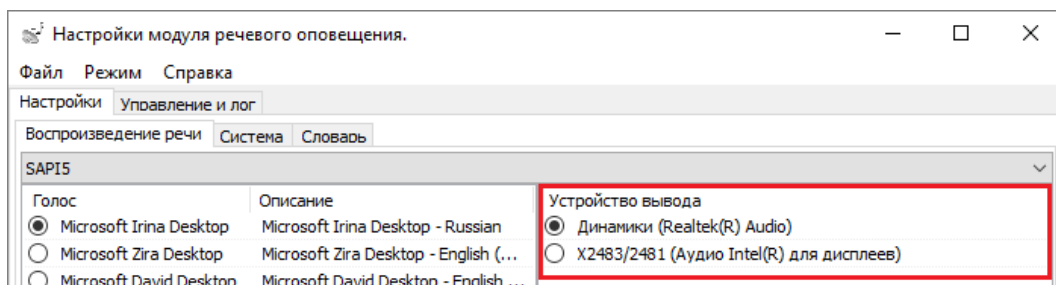

Рисунок 8-184 Выбор устройства вывода для речевого оповещения
- устройство вывода (см. Рисунок 8-184);